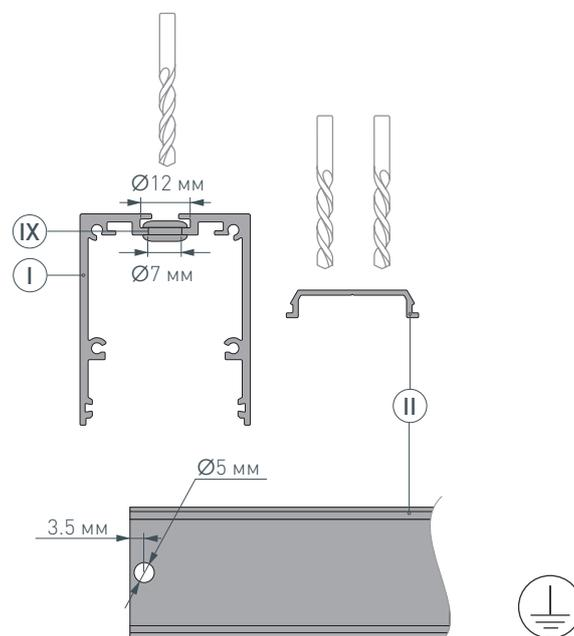

Рис. 1. Подготовка отверстия для вывода кабеля на основании для светодиодной ленты **Ⓚ**. Вид сверху
- 1** / Просверлите два отверстия $\varnothing 12$ мм и $\varnothing 7$ мм в профиле **Ⓚ** для вывода сетевого кабеля, а также для установки клемм заземления профиля и блока питания. Затем просверлите отверстие $\varnothing 5$ мм в основании для ленты **Ⓚ** для вывода кабеля питания светодиодной ленты, как показано на рис. 1. **Установите клеммы заземления профиля и блока питания.** Установите в профиле **Ⓚ**, в отверстия для сетевого кабеля силиконовую муфту **Ⓚ**.